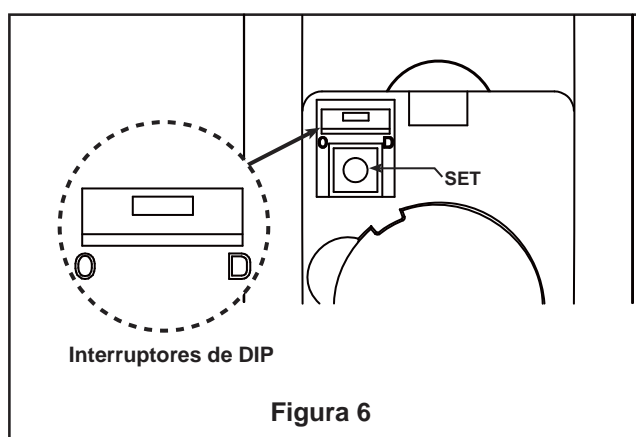

Figura 6
6. Instale la unidad LED en la ensamble de la placa de iluminación mediante los dos chaveteros. Vuelva a colocar el los tornillos extraídos en el paso 3 y apriete todos los tornillos. (Figura 6)
- 8. Posición de bloqueo: El motor CC posee una función de seguridad integrada para evitar la obstrucción de las palas durante el funcionamiento del ventilador. Si algo obstruyera las palas del ventilador, el motor dejaría de funcionar tras 30 segundos de interrupción. Extraiga los obstáculos antes de restaurarlo. (Figura 6)